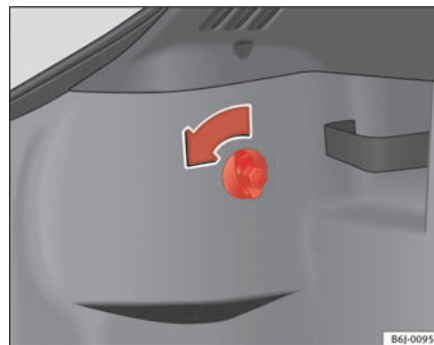

Fig. 141 Adgang til baglygter
- Skru bolten ud i pilens retning med hånden eller med en skrue-trækker ⇒ fig. 141.